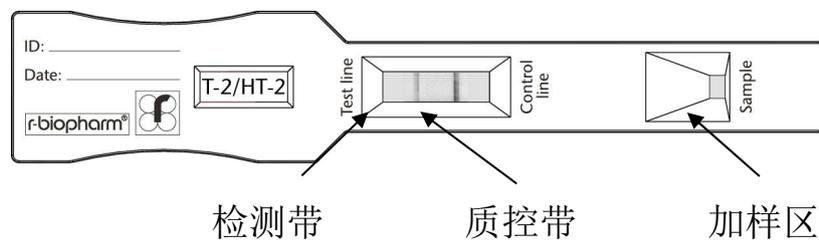

图 1: RIDA®QUICK T-2 / HT-2 RQS ECO 免疫层析法 T-2 / HT-2 毒素定量快速检测条
- 将 **100 µl** 按照 **8.样品处理过程**提取后的样品溶液（参见图 1）加入检测条的加样区
检测条反应区内左侧的色带为检测带（参见图 1.）。检测带的出现及其颜色的深浅，直接与样品中 **T-2 / HT-2** 毒素的浓度相关。若检测后，出现质控带和检测带，则表示样品中含有 **T-2 / HT-2** 毒素。
检测条反应区内右侧的色带为质控带（参见图 1.）。每次检测后在反应区右端必须出现质控色带（**control line**），如果没有出现质控色带，说明检测未按规定操作或试剂有问题。需用另一新的检测条重复检测一次。如果重复后仍不出现质控色带，请联系我们。